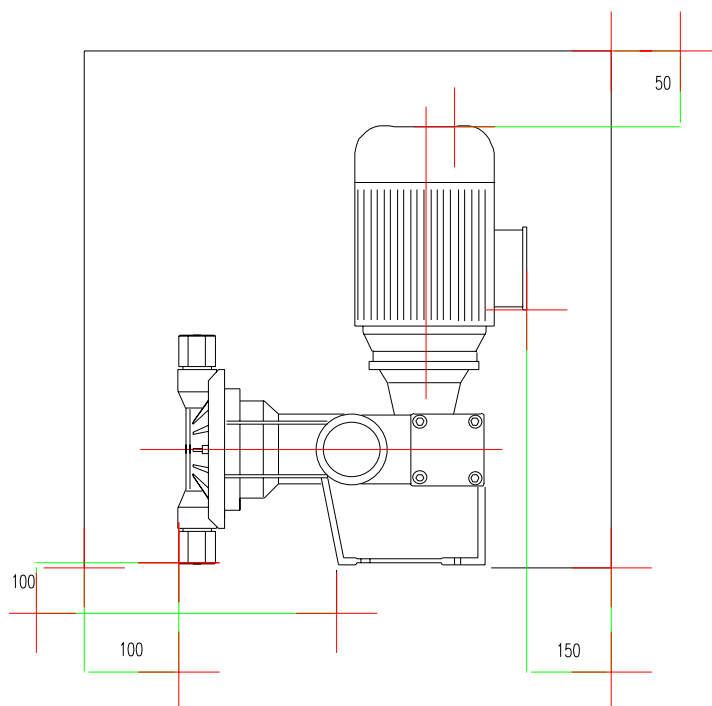

Fig. 01
- Sistemare la macchina in posizione verticale, come mostrato in Fig. 01, e sopra un robusto piano di appoggio (metallico, in cemento, ecc.)